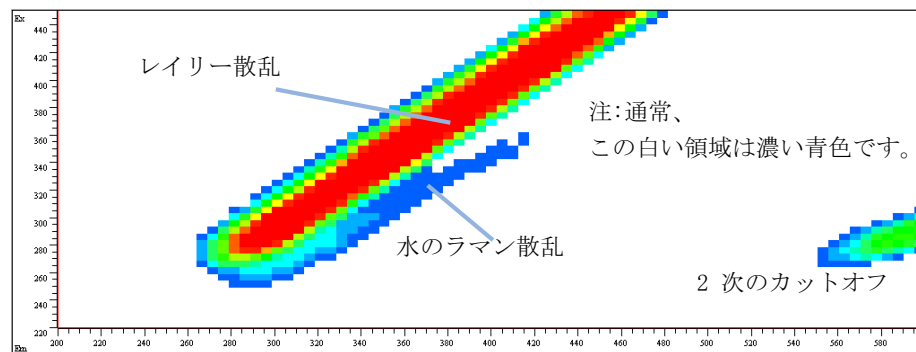

図 44 水の蛍光スキャン
- 4 データファイル名を定義し、蛍光スキャンを行います。スキャン完了後、等高線スキャン結果が表示されます。『105 ページ 図 44』を参照してください。